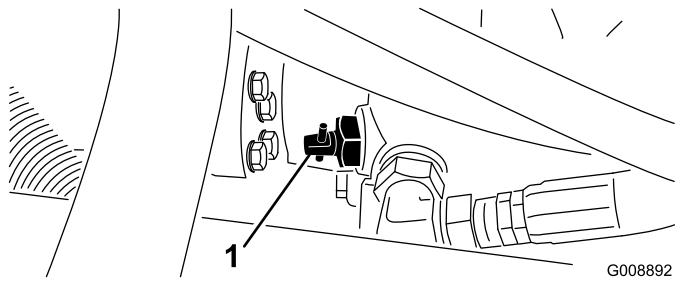

Figure 41
1. Trouvez la vanne de dérivation sur la pompe (Figure 41) et tournez-la de 90°.